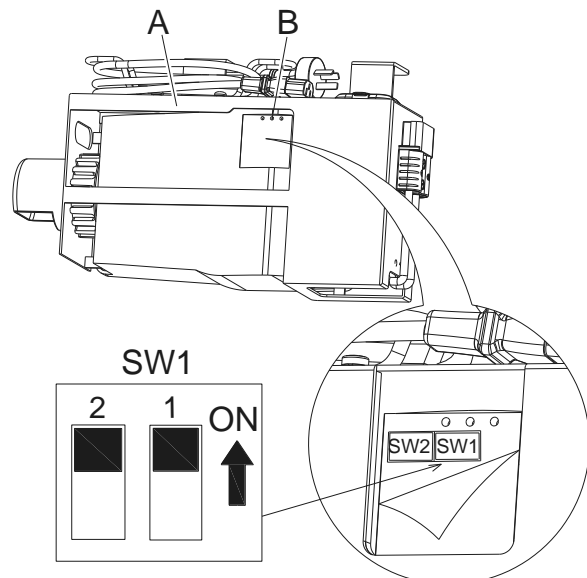

Abbildung 7
1. Schalten Sie die Maschine aus und bauen Sie das Maschinenladegerät (A, Abb. 7) von der Maschine aus. Hebeln Sie dann die Etikette auf der Ladegerätabdeckung (B, Abb. 7) aus, um 2 Sets von Dip-Schaltern (SW1 und SW2) im Ladegerät zu finden.